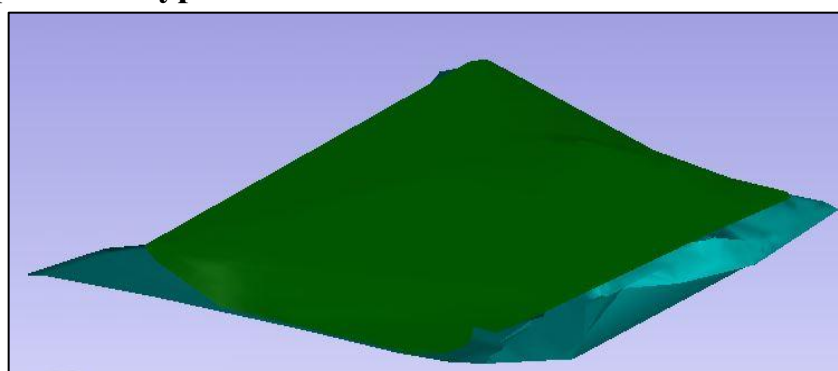

Рис. 10.4
- 5.1. В объекте **Топоплан** сделайте активным отображение двух элементов **Изолин.кровли** и **Профили** по которым построены каркасные модели поверхности (рис. 10.4.). Выберите **Контур подсчета запасов** командой **Выбрать контур** .